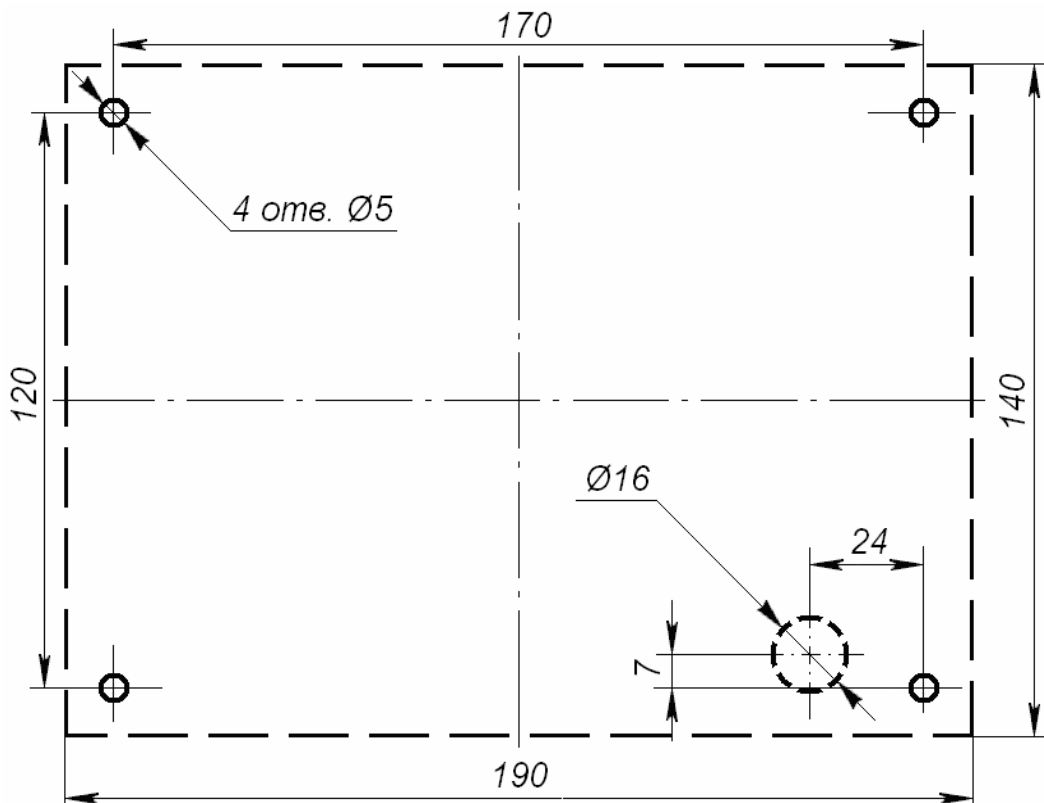

Рисунок 2. Разметка отверстий для установки контроллера
3. Произведите разметку и разделку отверстий на установочной поверхности для крепления металлического основания и проводки кабелей питания и *Ethernet* (см. рис. 2).